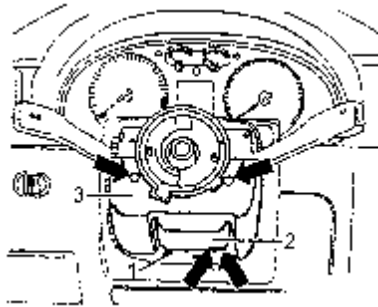

图 11-21 拆卸转向柱下罩盖
③如图 11-21 所示，把四个十字槽头螺钉（图中箭头所示）拧开。把内六角螺栓 1 拧开。拆开方向盘的高线度调整装置 2。拆除转向柱上开关的下罩盖。